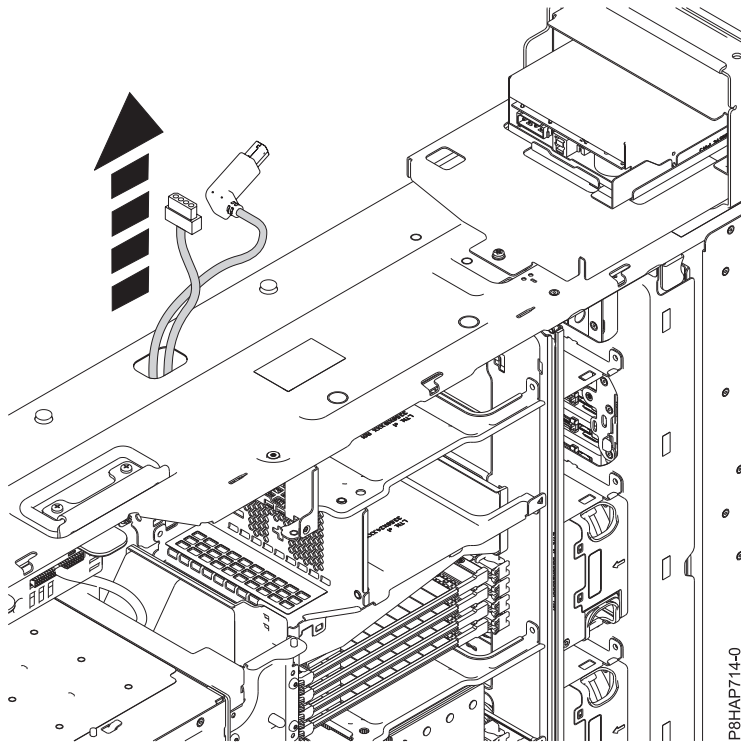

Figure 69. Acheminement du câble USB et du câble d'alimentation électrique de la station d'accueil RDX interne (FC EUA3)
4. Acheminez le câble USB et le câble d'alimentation électrique de la station d'accueil RDX interne (FC EUA3) jusqu'au trou de gestion des câbles situé sur le châssis, comme illustré à la figure 69, à la page 81.